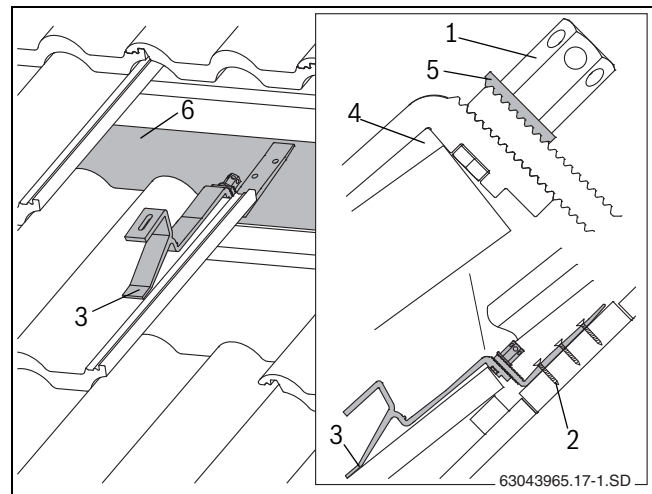

Fig. 40 Gancho de tejado montado (para facilitar la vista se han eliminado de la figura algunas tejas)
- ▶ Colocar el apoyo delantero sobre la teja de tal forma que con carga descansa sobre el perfil ondulado (fig. 40, [3]). Para ello, el gancho de tejado debe tener un poco de juego en el borde superior de la teja (fig. 40, [4]).
- ▶ Deslice el gancho de tejado hasta que éste descansa sobre el cabrio o sobre las tablas o tablones (fig. 40, [6]).
La arandela dentada (fig. 40, [5]) debe encajar en el lado dentado de la parte inferior del gancho para tejado.
- ▶ Apriete la tuerca hexagonal larga (fig. 40, [1]). Introduzca para ello la llave de tamaño SW5 en el orificio de la tuerca hexagonal y gírela.
- ▶ Fije la parte inferior del gancho de tejado al cabrio como mínimo en el primer (fig. 40, [2]) y en el segundo orificio mediante tornillos adecuados.